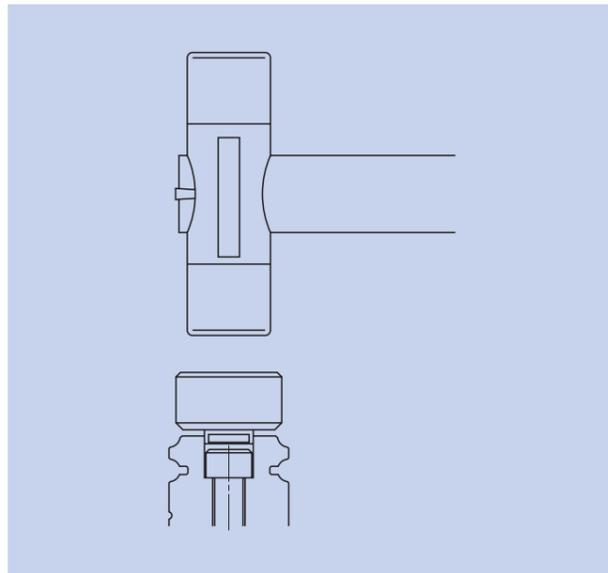

図 19
- ・レール取付穴へのキャップ挿入には、図19に示すような平坦な当て具等を用いて、キャップがレール上面と同一面になるまで少しずつ打ち込んでください。